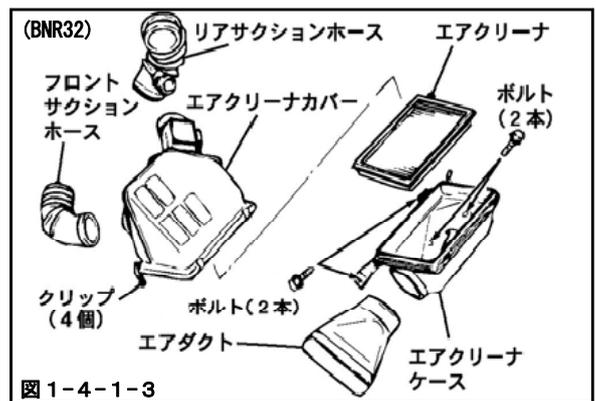

図1-4-1-3
- (1) リアエアフロメータから、コネクタを取外してください。(図1-4-1-1)
- (2) ホースバンドをゆるめてください。(図1-4-1-1)
- (3) フロントエアフロメータから、コネクタを取外してください。(図1-4-1-2)
- (4) ホースバンドをゆるめてください。(図1-4-1-2)
- (5) クリップ(4個)を外し、エアクリーナカバーを取外してください。(図1-4-1-3)
- (6) エアクリーナを取外してください。(図1-4-1-3)
- (7) ボルト(ケース内側2本, 外側2本)を取外し、エアクリーナケースを取外してください。(図1-4-1-3)